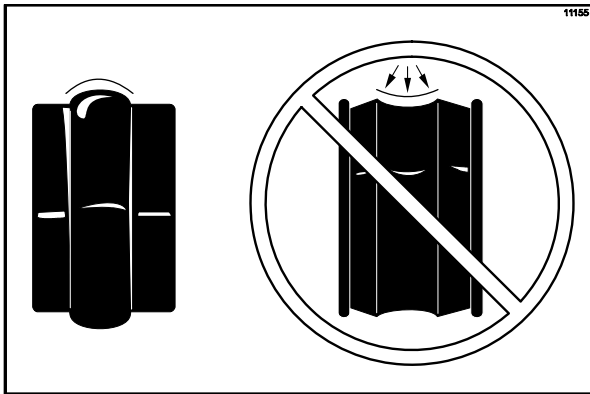

Figura 128
**Nota:** para garantir que o mix não vaze para fora pela parte posterior do cilindro de congelamento, a seção intermediária do selo de vedação deve ser convexa ou se estender além do selo. No caso de a seção intermediária do selo de vedação ser côncava ou se estender para o centro, vire o selo às avessas. (Veja a Figura 128.)